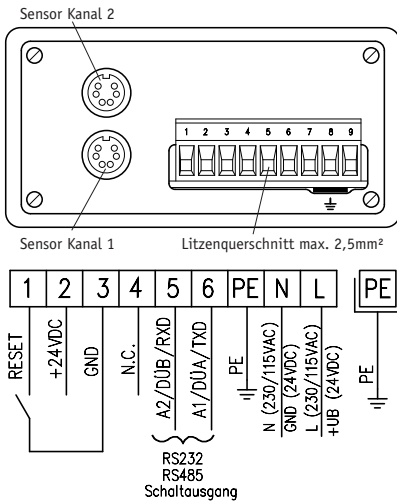
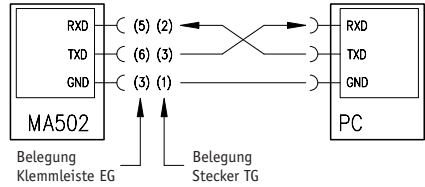

Abb. 2: Anschlussbelegung EG
Abb. 3: Anschlusschema Schnittstellenoption RS232
- PE-Verbindung mit 2,5 – 4mm2 über PE-Anschluss (Bei Einbaugehäuse gemäß Abb. 2 mit Flachsteckhülse 6,3x0,8).
Die Spannungsversorgung erfolgt über die rückseitigen Anschlussmöglichkeiten gemäß Abb. 2 oder Abb. 3. Die Spannungswerte sind abhängig von der Geräteausführung und sind den Lieferpapieren oder dem Typenschild zu entnehmen ist.
Der Anschluss erfolgt über die 6-polige Mini-Din Buchse an der Rückseite (Abb. 2/Abb. 3).